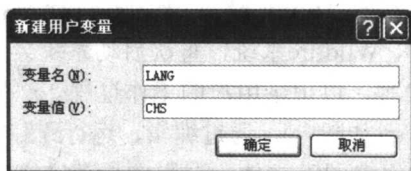

图 1.5 【新建用户变量】对话框
- (5) 在Administrator的用户变量选项组单击【新建】按钮, 显示如图1.5所示的【新建用户变量】对话框。在【变量名】文本框中输入“LANG”, 在【变量值】文本